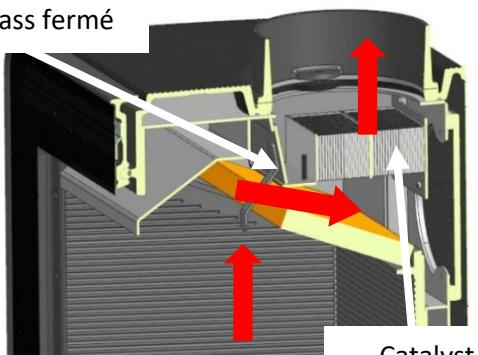

Fig. 21
5. Lorsque le feu est stabilisé, positionnez le levier de combustion sur la position de fonctionnement avec bois (point «A»), ensuite réglez le bouton de combustion sur la position souhaitée manuellement ou en utilisant la télécommande, en appuyant sur les touches «OFF/LO» ou «ON/HI». Fermez le by-pass du système TruHybrid pour que tous les gaz passent au travers du catalyseur (Fig. 21) et obtenir ainsi l'efficience maximale du poêle. **Protégez vos mains pour cette manipulation.** De plus, s'il possède la régulation de tirage, vous pouvez réguler la combustion en actionnant le bouton.